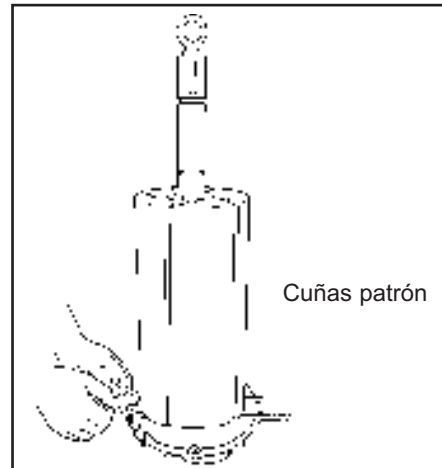

Figura 24
2. Verifique la holgura con ayuda de dos calibres de espesor, uno a cada lado del eje del rotor, como muestra la figura 24.